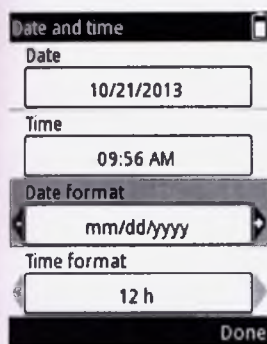

Рисунок D45.
6. Формат даты и времени можно изменять с помощью клавиш   (Рисунок D45).